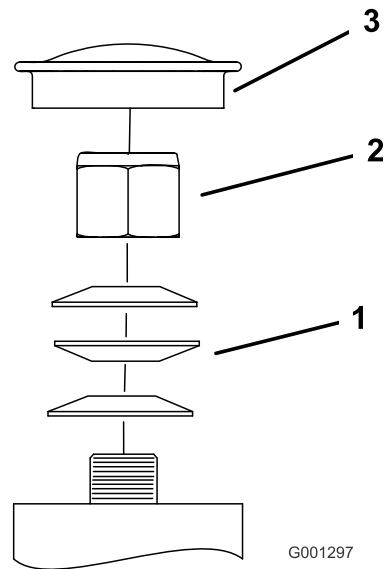

Figura 75
3. Retire o tampão antipoeira da roda e aperte a porca de bloqueio (Figura 75).
4. Aperte a porca de freio até que as anilhas de mola estejam planas e, em seguida, recue 1/4 de volta para aplicar devidamente a pré-carga nos rolamentos (Figura 75).
Importante: Certifique-se de que as anilhas de mola estão corretamente montadas como se mostra na Figura 75.
5. Instale o tampão antipoeira (Figura 75).